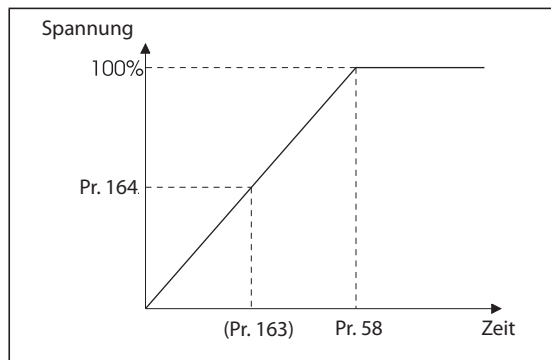

Abb. 5-292:
- Parameter 163 und 164 ermöglichen eine Einstellung des Anstiegs der Ausgangsspannung bei einem Wiederanlauf, wie in Abb. 5-292 gezeigt.